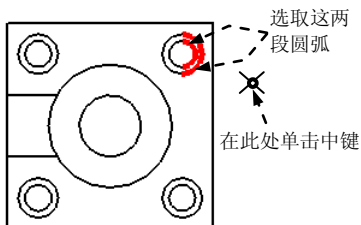
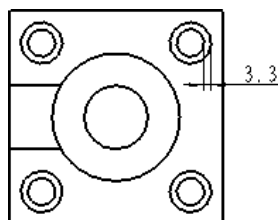

图 5.2.42 选取圆弧
图 5.2.43 尺寸显示
- 如果按住 Ctrl 键, 在绘图区选取图 5.2.42 所示的两圆弧后, 右击, 从系统弹出的快捷菜单中选择 **同心** 命令, 然后在图 5.2.42 所示的位置单击中键, 则尺寸显示结果如图 5.2.43 所示。